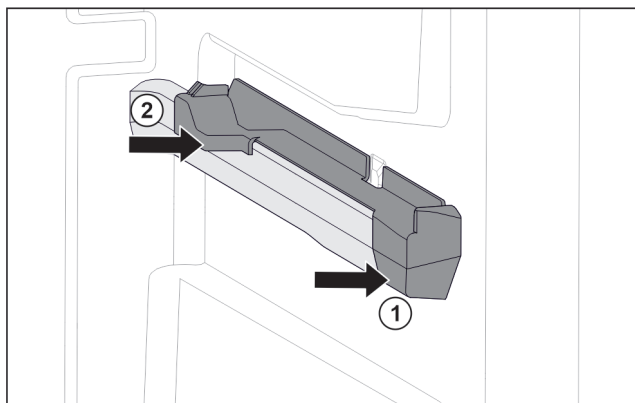

Fig. 148 Element nasadzany na prawym żębrze pojemnika
- ▶ Umieścić element nasadzany z przodu na żębrze pojemnika. Fig. 148 (1)
- ▶ Docisnąć element nasadzany z tyłu. Fig. 148 (2)